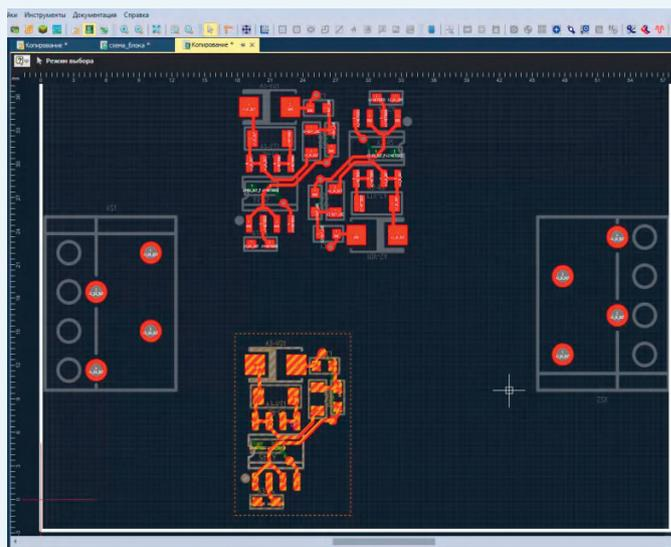

Рис. 2. Копирование объектов на плате
- Копирование объектов на плате (см. рис. 2) даёт возможность скопировать один или несколько объектов на текущий или на другой подходящий слой. При копирова-